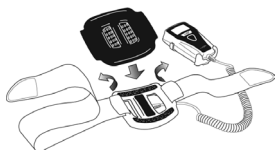

Figure 2
1. Retirer le coussinet. (Figure 2)
5. Remettre le coussinet en place. (Figure 2)